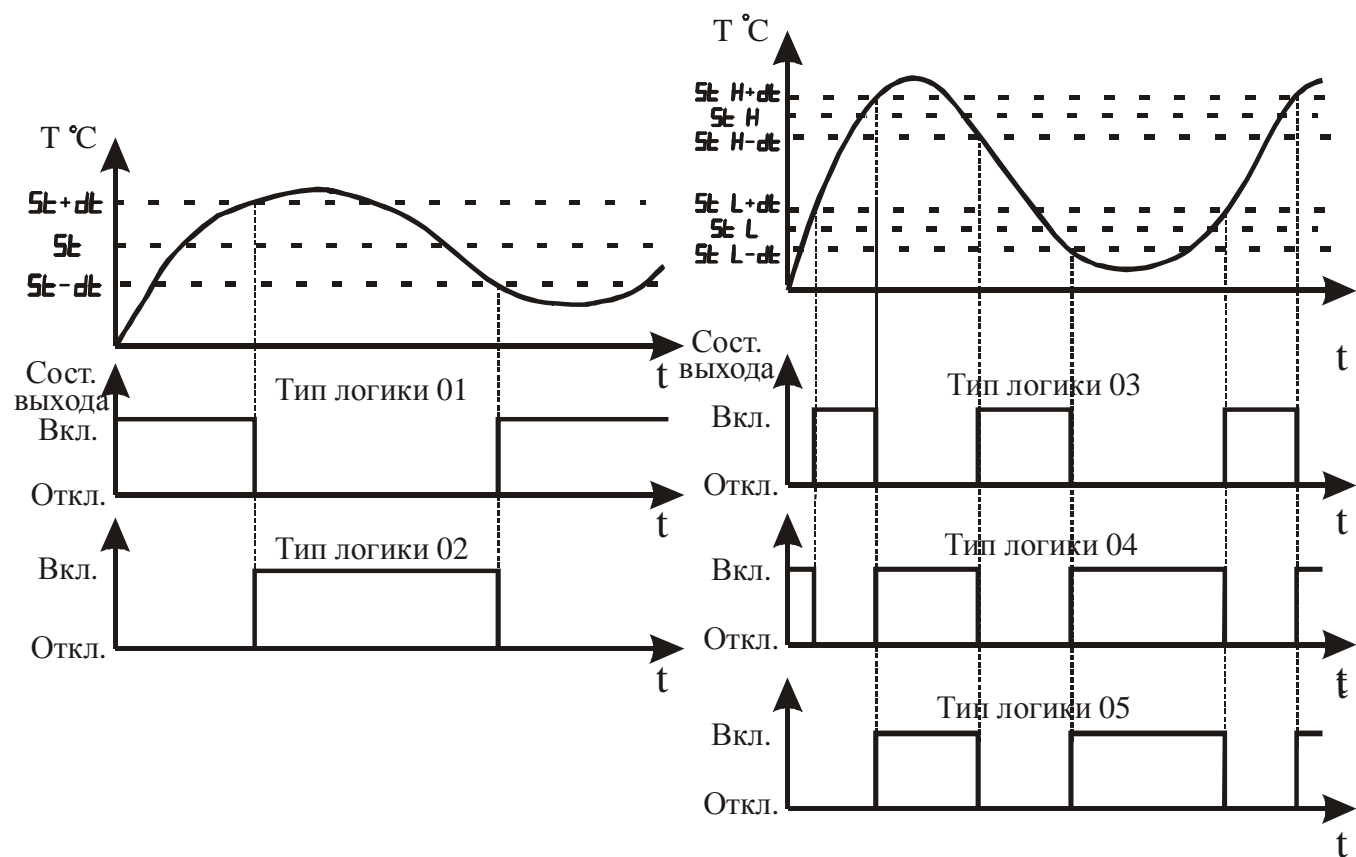

Рисунок 3.15 – Графическое представление типов логики работы выхода
3.3.3.9 Параметр “Тип логики работы прибора” определяет алгоритм управления исполнительным устройством (см. рисунок 3.15).
Тип логики “05” (модернизированная “U”-образная), в основном, аналогичен типу логики 04. Отличие состоит в том, что работа выходного устройства разрешается только после первого превышения регулируемой температурой значения $S_t H + dt$ (см. рисунок 3.15).